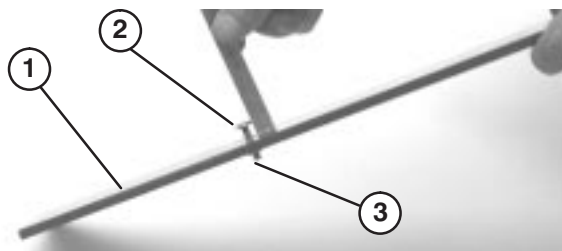

Figure 19
4. Desserrez l'écrou du gabarit (Fig. 19) et tournez la vis de réglage de manière à obtenir la hauteur de coupe voulue. L'écartement entre la base de la tête de la vis et la face du gabarit correspond à la hauteur de coupe.